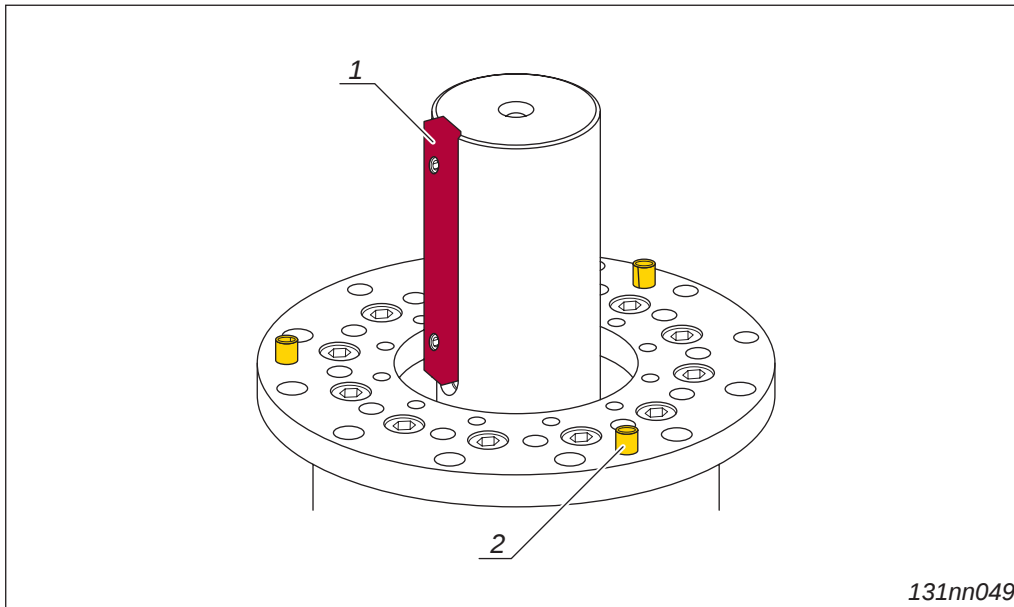

图4-2 键和夹紧销的装配辅助工具
2. 将夹紧销（➔ 第4-9页，图4-2，位置 2）从下往上穿过阀门法兰敲到在法兰上端上看到整个棱边的程度。
6. 对此注意，阀门的键（➔ 第4-9页，图4-2，位置 1）准确嵌入执行机构衬套的槽内。